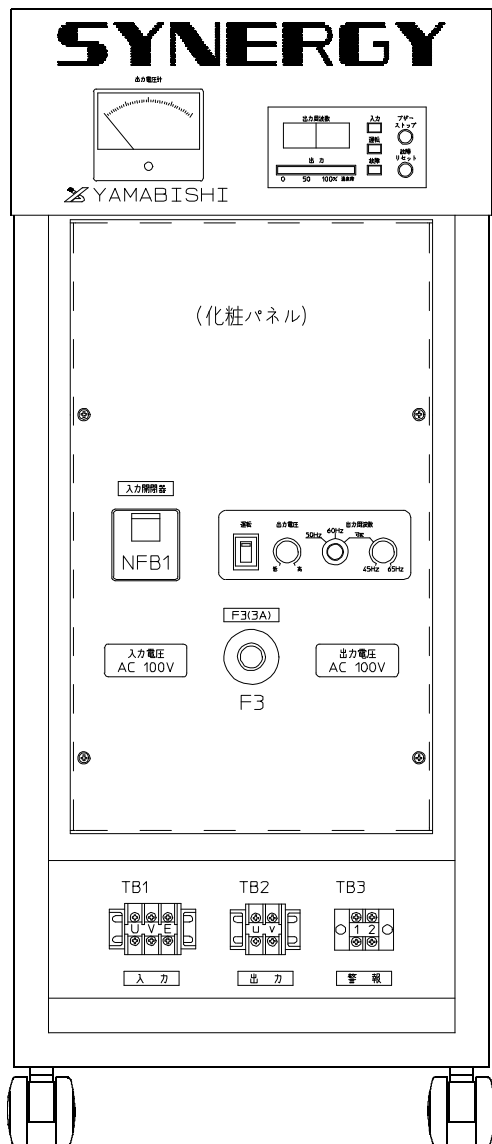
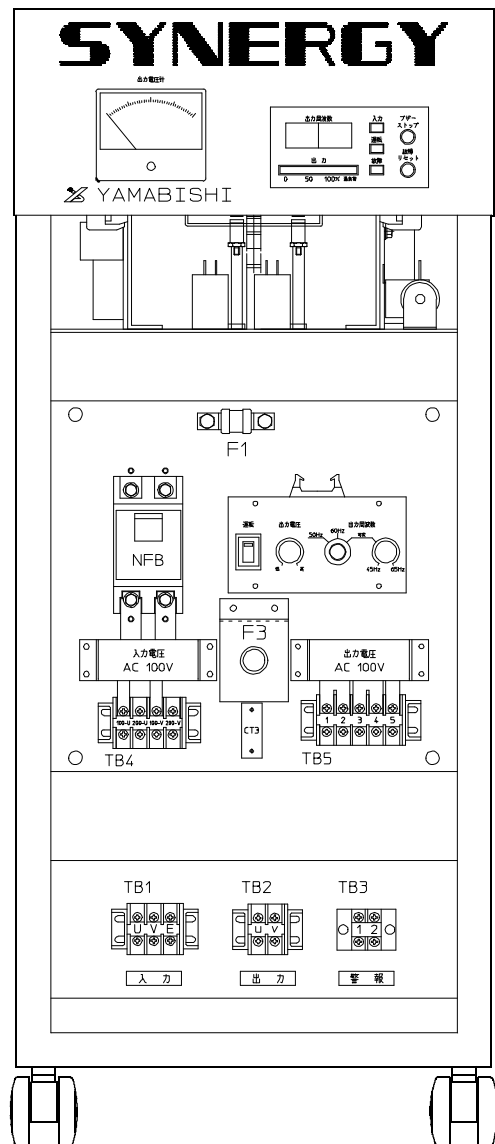
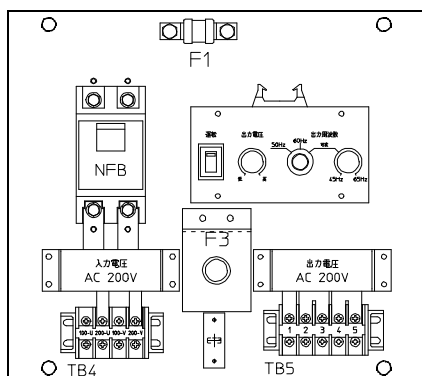

図 1 (扉内図)
図 2 (化粧パネルを取り外した図)
図 3
- 1 図1の化粧パネルを4箇所M4ビスを取り外すと、図2の様に入力電圧及び出力電圧表示板が現われます。
備考 図2は入力電圧100V、出力電圧100Vを示し図3は入力電圧200V、出力電圧200Vを示します。